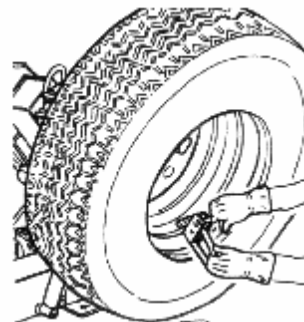

Рисунок 13
11.10. Клипер укрепить на внешней стороне обода, при этом провернуть до верха монтажной лапки (монтажная лапка должна находиться лицевой стороной к шине) (рисунок 13).